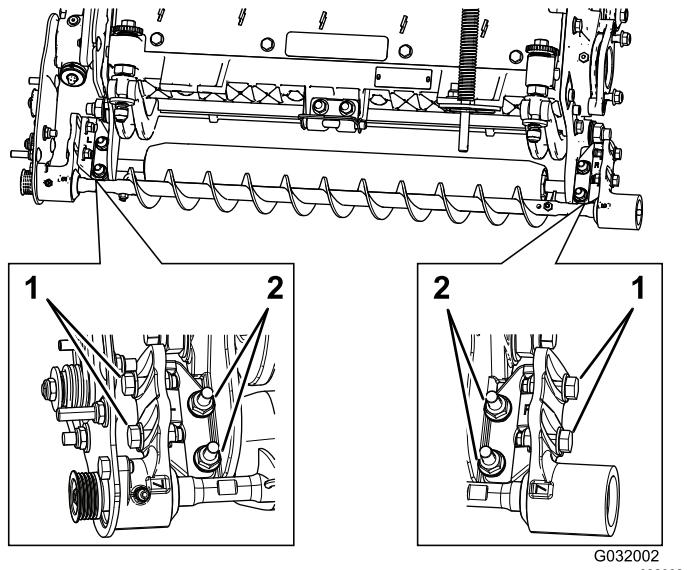

图11
- A. 松开将滚筒刷安装支架固定到滚刀组侧板上的 2 个凸缘锁紧螺母 图11。
- B. 旋转滚筒刷轴承座直到滚筒刷侧板与滚刀组侧板保持平行 图11。
- C. 拧紧将滚筒刷安装支架固定到滚刀组侧板上的 2 个凸缘锁紧螺母 图11。
1. 松开将每个滚筒刷轴承座固定到滚筒刷安装支架上的 2 个螺栓 图11。